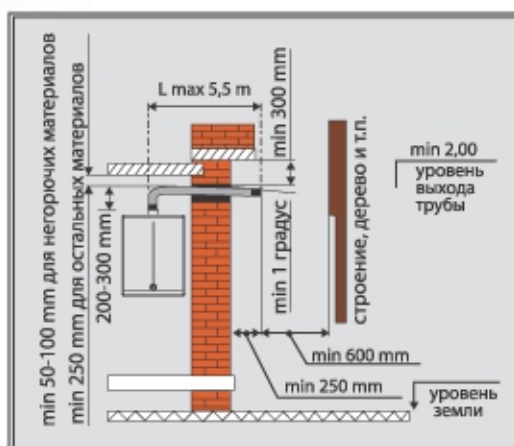

Рис. 15
- Условия конструктивного исполнения трубы типа "FF" (Рис. 15):
- Условия монтажа трубы типа "FF" (Рис. 15):